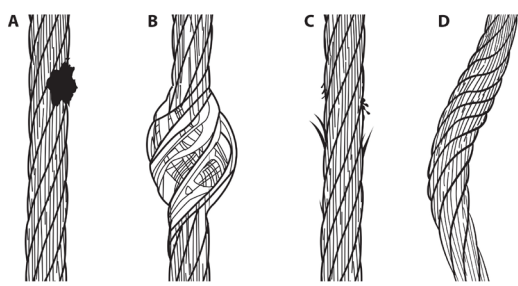

Figure 9 : inspection du câble
Extrayez tout le câble et vérifiez sur toute la longueur de travail s'il n'y a pas de dommages causés par une corrosion chimique ou une chaleur excessive, comme en témoignent la décoloration (A), la cage à oiseaux (B), les brins de fil cassés (C), les plis et les brins courbés (D), voir la figure 9. Le câble devrait se rétracter complètement sans vaciller et devrait rester tendu sous tension sans s'affaisser.
Utilisez le tableau 3 : Procédures à suivre pour l'inspection du câble du DAR. Voir la figure 9 pour des exemples de câbles endommagés.